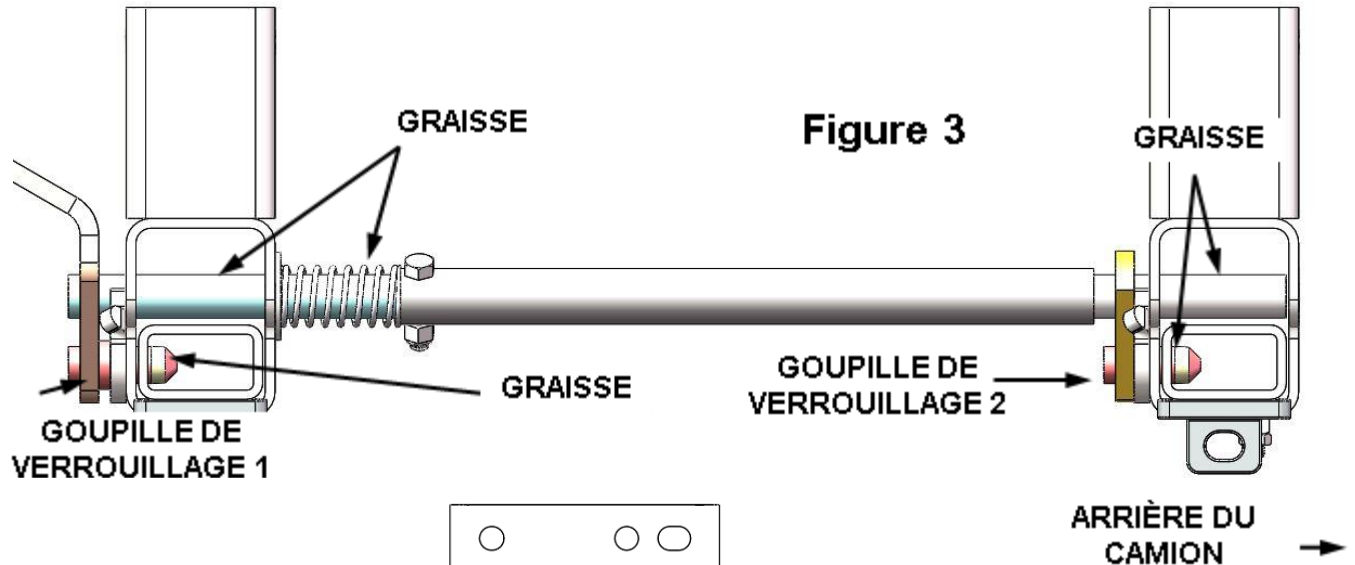

Figure 3
9. Appliquer de la graisse sur la goupille de verrouillage et l'extrémité libre de l'assemblage de long tube n° 2 qui est connectée à l'assemblage du système de roulement du côté conducteur (voir la figure 3). La glisser dans le trou n° 1 de l'assemblage du système de roulement du côté passager de sorte que la goupille de verrouillage s'insère dans le trou n° 2 (voir les figures 3 et 9). Placer l'assemblage de boîtier du système de roulement sur les rails installés du côté passager, puis fixer en place avec les tiges de rails et de fixation fournies. Consulter la figure 1 pour connaître l'utilisation appropriée des encoches et la figure 8 pour l'orientation des tiges de rails. La tige de rail **DOIT** être orientée du **CÔTÉ OPPOSÉ** de **TOUTES** les vis de retenue sur les deux assemblages du système de roulement.